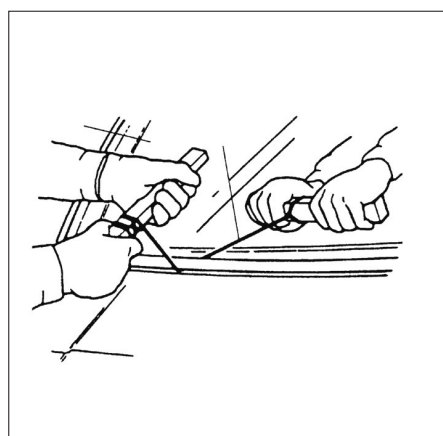

FIG. 2
• Avec l'aide d'un second opérateur, découper l'adhésif de pare-brise **(Fig.2)**.
- Avec l'aide d'un second opérateur, découper l'adhésif de pare-brise (Fig.2).